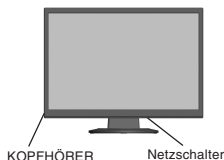

Abbildung C.1
3. Stecken Sie den Mini-D-SUB-Stecker (15 Stifte) des Videosignalkabels und das Audiokabel in die entsprechenden Buchsen auf der Rückseite des Monitors (**Abbildung B.1**). Stecken Sie den Kopfhörer (nicht mitgeliefert) in die entsprechende Buchse auf der linken Seite des Monitors (**Abbildung C.1**).
5. Schalten Sie den Computer und den Monitor mit dem Netzschalter an der Unterseite (**Abbildung C.1**) ein.